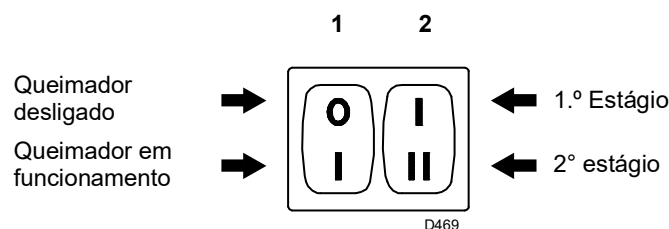
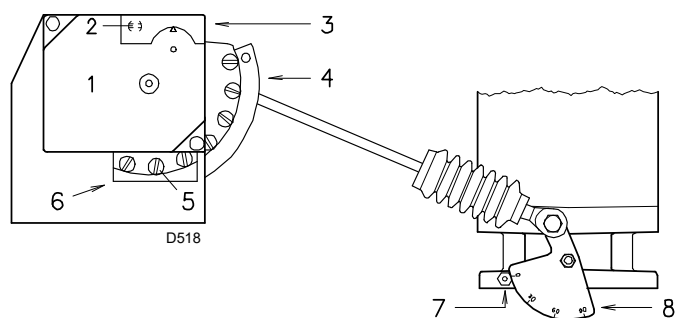

Fig. 22
Fig. 23
- Interruptor 1)(Fig. 22) na posição "QUEIMADOR LIGADO";
- interruptor 2)(Fig. 22) na posição "1° ESTÁGIO".
Na descrição anterior, o queimador estava em funcionamento no 1º Estágio. Coloque agora o interruptor 2) (Fig. 22 na pág. 23) na posição 2 fases: o servomotor abre o registo de ar e, simultaneamente abre a válvula de estrangulamento a 90°.
Variando progressão no perfil final do excêntrico 3), que atua (Fig. 23) sobre os parafusos 5).
Colocar o comutador 2)(Fig. 22 na pág. 23) na posição 1º estágio: o servomotor 1)(Fig. 23) fecha o registo de ar e, simultaneamente, também encerra a válvula de gás até 15°, isto é, até ao ajustamento efetuado na fábrica.
- Se for preciso aumentá-lo, passar ao 2º estágio, acionando o interruptor 2)(Fig. 22 na pág. 23) e aumentar ligeiramente o ângulo da alavanca laranja com pequenos movimentos sucessivos, ou seja, mover-se do ângulo de 15° para 17° - 19° Em seguida, retornar ao 1º estágio e medir o caudal de gás.
Variando progressão no perfil inicial do excêntrico 3), que atua (Fig. 23) sobre os parafusos 4). Se possível, não gire o primeiro parafuso: é o que deve levar o amortecedor de ar ao fecho total.
Desligar o queimador agindo em 1)(Fig. 22 na pág. 23), e acionar os parafusos intermédios do came de modo que a inclinação do próprio came seja progressiva.